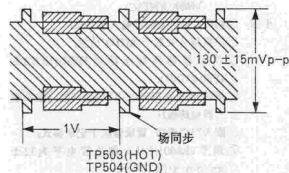

图6
②置系统开关于“AUTO”位置;
③推入空白磁带, 置录像机于记录模式;
④将示波器两端连接 TP503(HOT) 和 TP504(GND);
⑤调节 VR501(PAL), 使视频电平为 $130 \pm 15\text{mVp-p}$, 如图 6 所示。